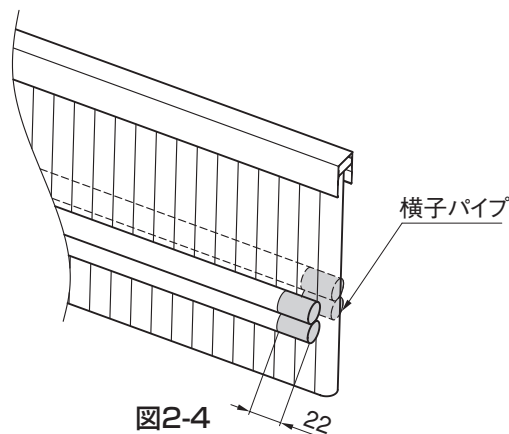

図2-4
- 2 裏表の横子パイプを22mm切断してください。(図2-4参照)